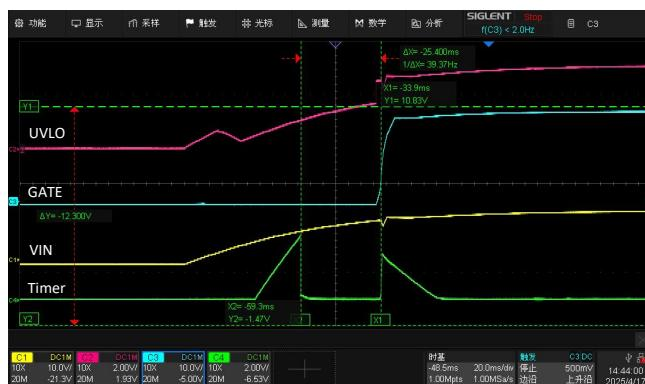
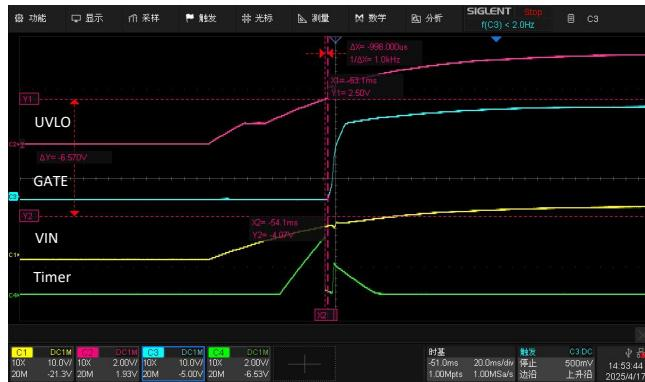

图15 UVLO电阻较大开启过程
图16 UVLO电阻较小开启过程
6.5.1 在Timer的insertion time结束后，GATE没有立即开始上升，而是经过一段时间GATE才开始建立，通过对各个引脚的波形测试发现，UVLO通过分压电阻设置，且电阻值较大，导致UVLO上升较慢，在Timer结束时没达到2.5V的阈值，如图15所示，UVLO分压电阻改小后正常，如图16所示。